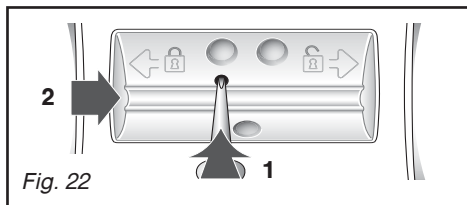

Fig. 22
- déverrouillez cette pièce (Fig. 22).